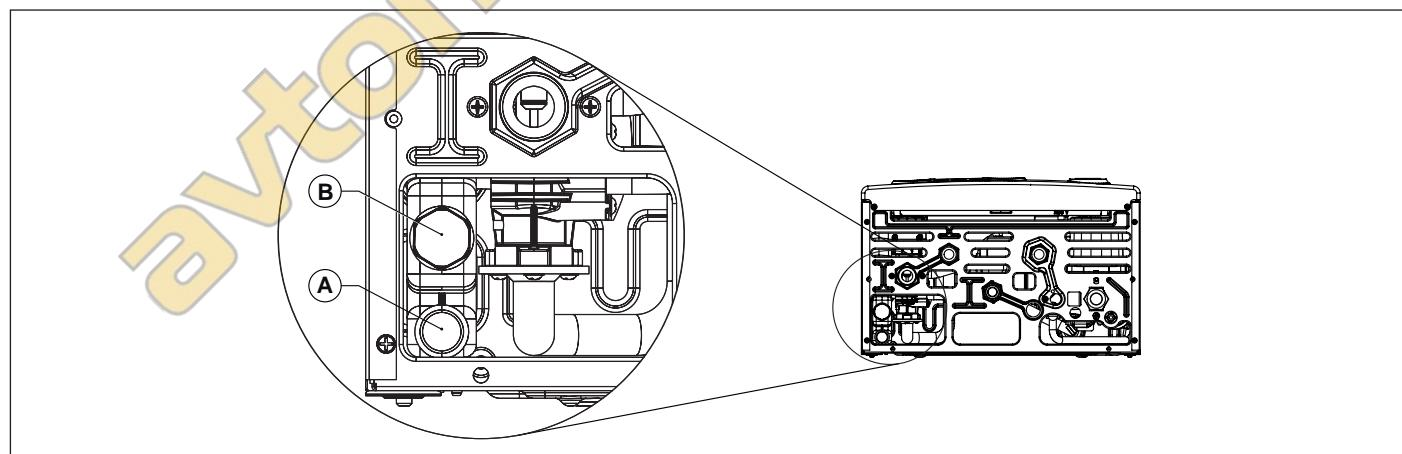

Рис. 17 Слив конденсата
Система отвода конденсата должна быть подсоединенена к специальному соединению (A) расположенному в котле (см. Рис. 17 Слив конденсата).